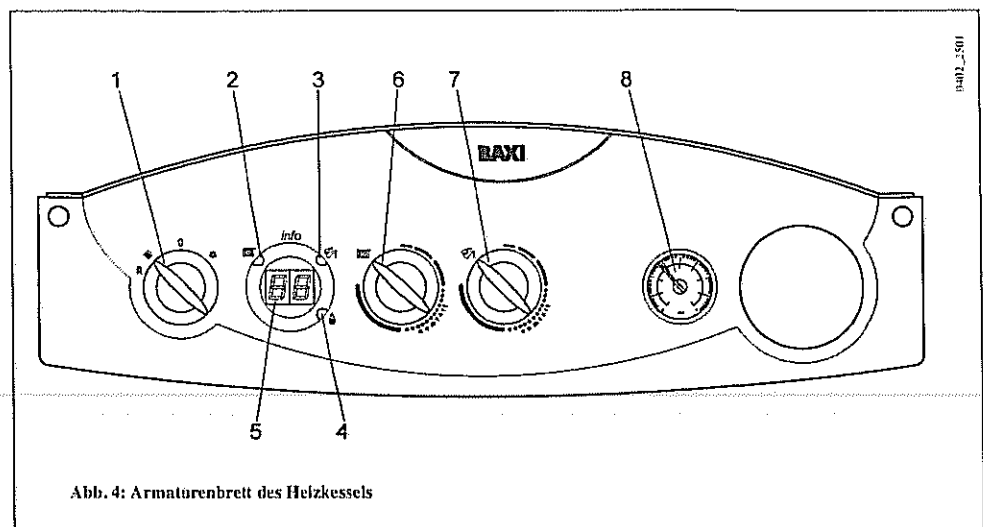

Abb. 4: Armaturenbrett des Heizkessels
- Den Wählschalter (1) auf Winterbetrieb (❄️) drehen;
- Die Warmwassertemperatur auf den Höchstwert einstellen (Pos. 7 Abbildung 4). Damit wird das Umschaltventil auf die Rohrschlange des Boilers umgeschaltet. Kontrolllampe (3)  leuchtet.
- Alternativmethode: Die Heizwassertemperatur auf den Höchstwert (Pos. 6 Abbildung 4), und die Warmwassertemperatur auf den Mindestwert (Pos. 7 Abbildung 4) einstellen. Damit wird das Umschaltventil auf die Heizanlage umgeschaltet. Kontrolllampe (2)  leuchtet.